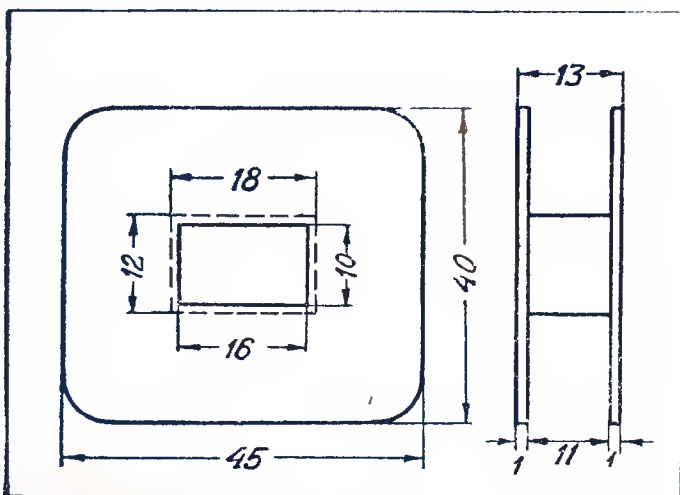
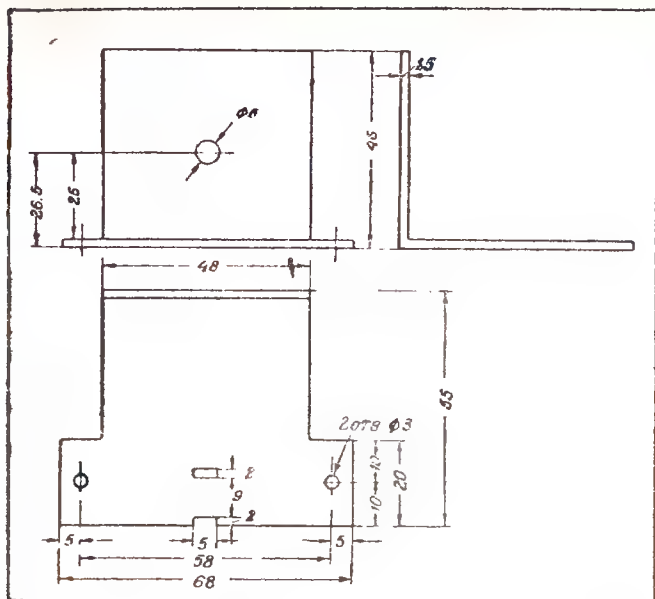

Рис. 16. Каркас катушки
Рис. 18. Кронштейн мотора
8. Каркас катушки мотора (рис. 16) изготовляется из прешпана или картона толщиной 1 мм и хорошо проклеивается. Затем на эти каркасы наматывается эмалированный провод 0,2 мм. Выводы следует делать гибким многожильным про-
10. Кронштейн мотора (рис. 18) делается из листового железа толщиной 1,5 мм, с соблюдением всех размеров. Прямоугольные отверстия выпиливаются точно так же, как и у статора (рис. 16).